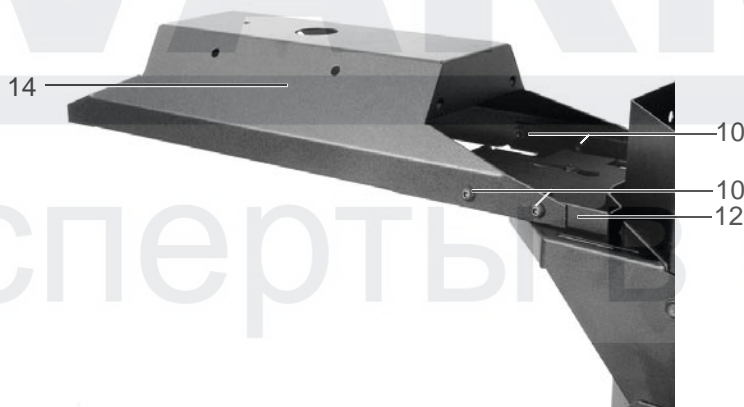

Рис. 3/23
- Траверсу (14) прикрутить винтами с внутренним шестигранником М8х10 (10) к крепежному листу (12). (см. также рис. 3/1)